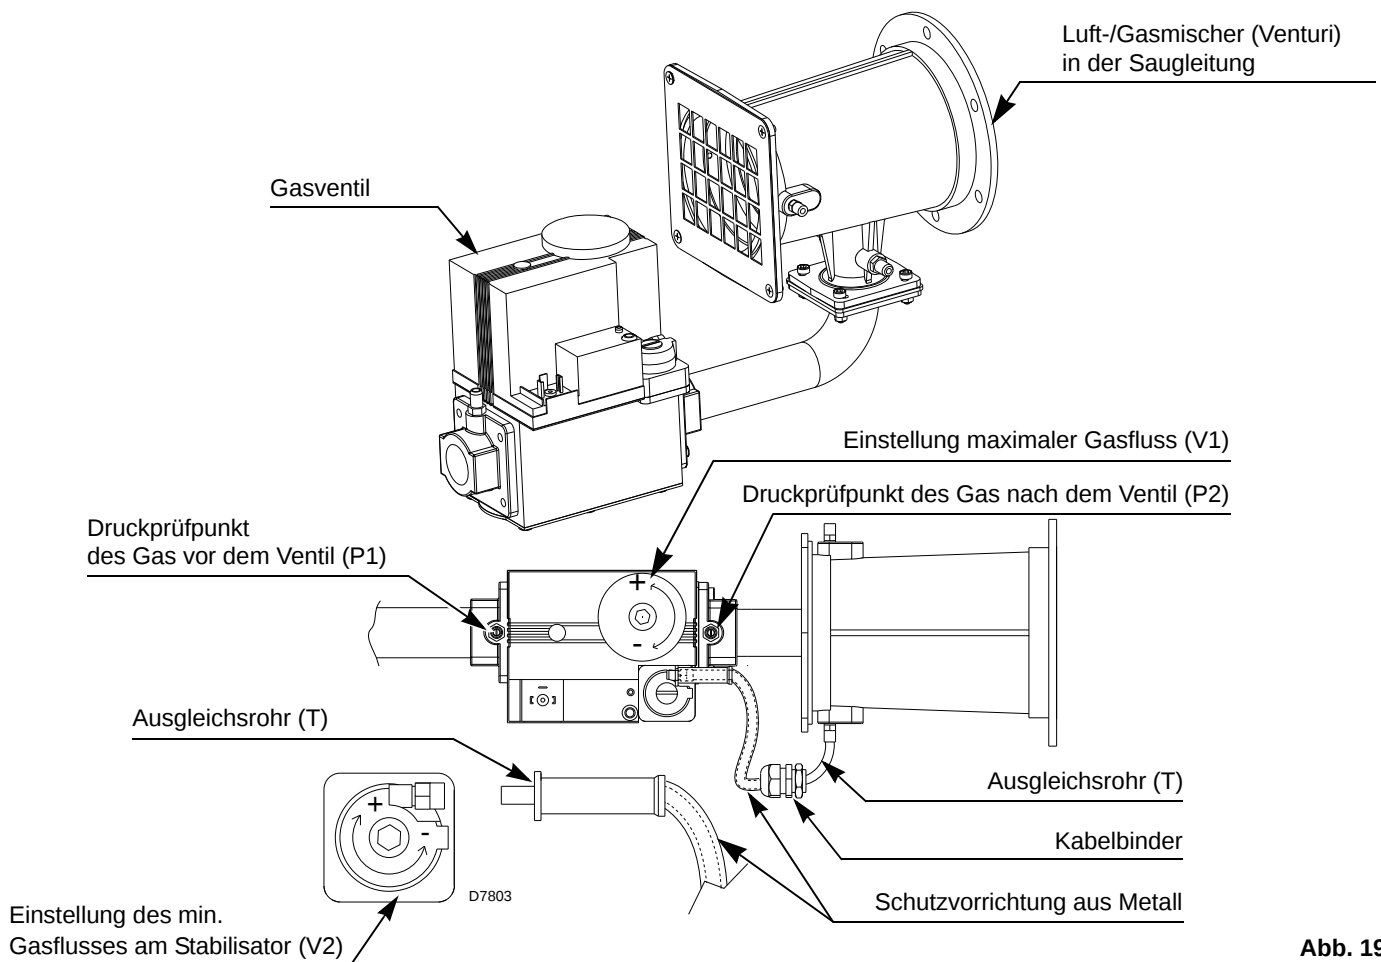

Abb. 19
Das Rohr (T)(Abb. 19) zwischen Ventil-Venturi ermöglicht den Ausgleich einer plötzlichen Verstopfung der Saugleitung durch die Verringerung des ausgegebenen Gases.
- Die Luft aus der Gasleitung mittels der Schraube an der Ansaugöffnung P1 ablassen (Abb. 19 auf Seite 20).
Die Schraube V1)(Abb. 19 auf Seite 20) am Mischer des Gasventils geringfügig entgegen dem Uhrzeigersinn drehen.
Die Einstellung des Gasdurchsatzes erfolgt über die beiden Schrauben V1 und V2 (Abb. 19 auf Seite 20).